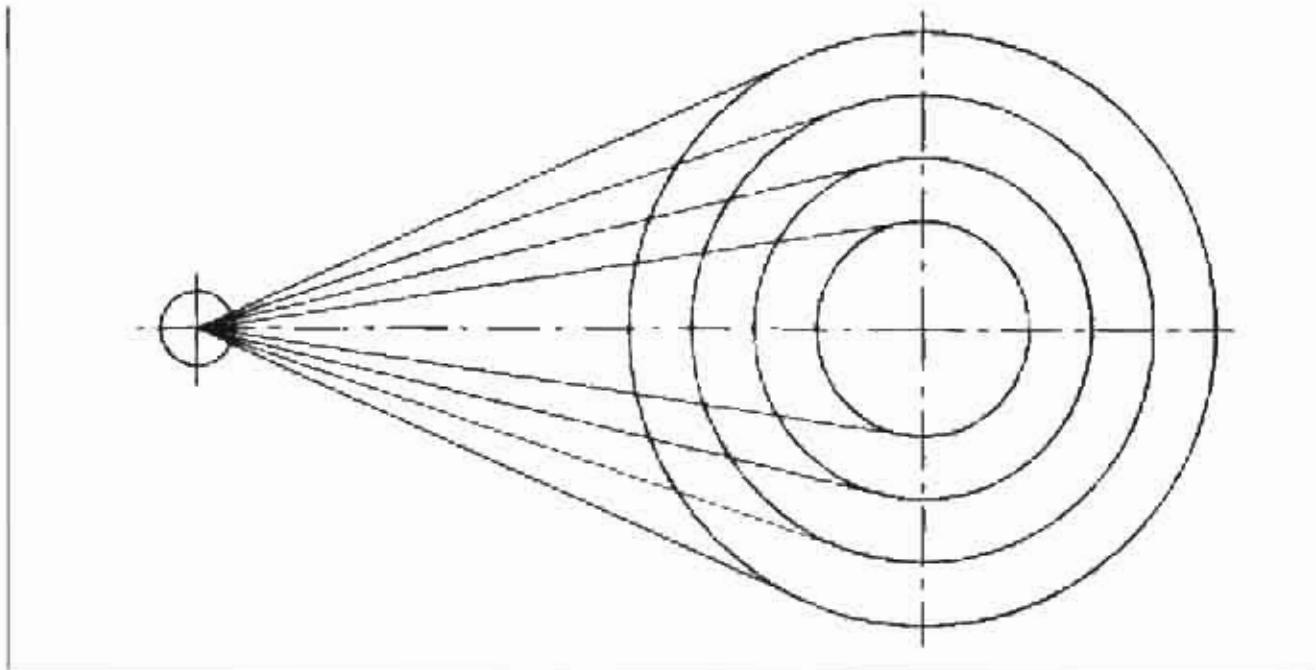

Рис. 3.5. Пример выполнения задания 3.2.5
3.2.5. Начертить ряд окружностей в соответствии с примером (рис. 3.5). Из центра левой (малой) окружности провести касательные прямые к окружностям справа. Осевые линии начертить штрихпунктирными, цвет красный. Перечисленные свойства назначить в меню независимых атрибутов объектов. Концентрические окружности начертить при помощи команды OFFSET (СМЕЩЕНИЕ).